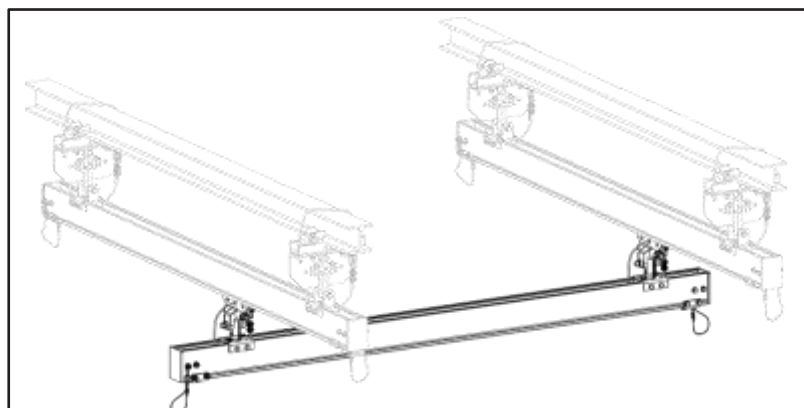

Figura 3-3
- Etapa 8. Role o trole de carga ou o trole do guincho para dentro do canal do trilho. Consulte a Figura 3-3.